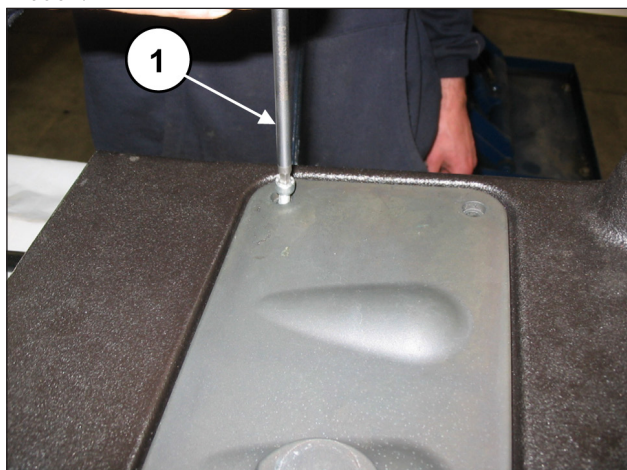
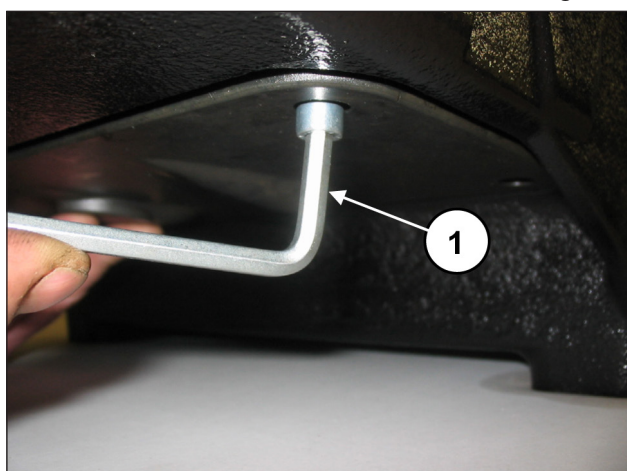

Fig. 139
Fig. 140
Déposer le couvercle d'inspection supérieur (rep. ①, Fig. 139) et inférieur (rep. ①, Fig. 140) en desserrant les 4+4 vis de fixation.